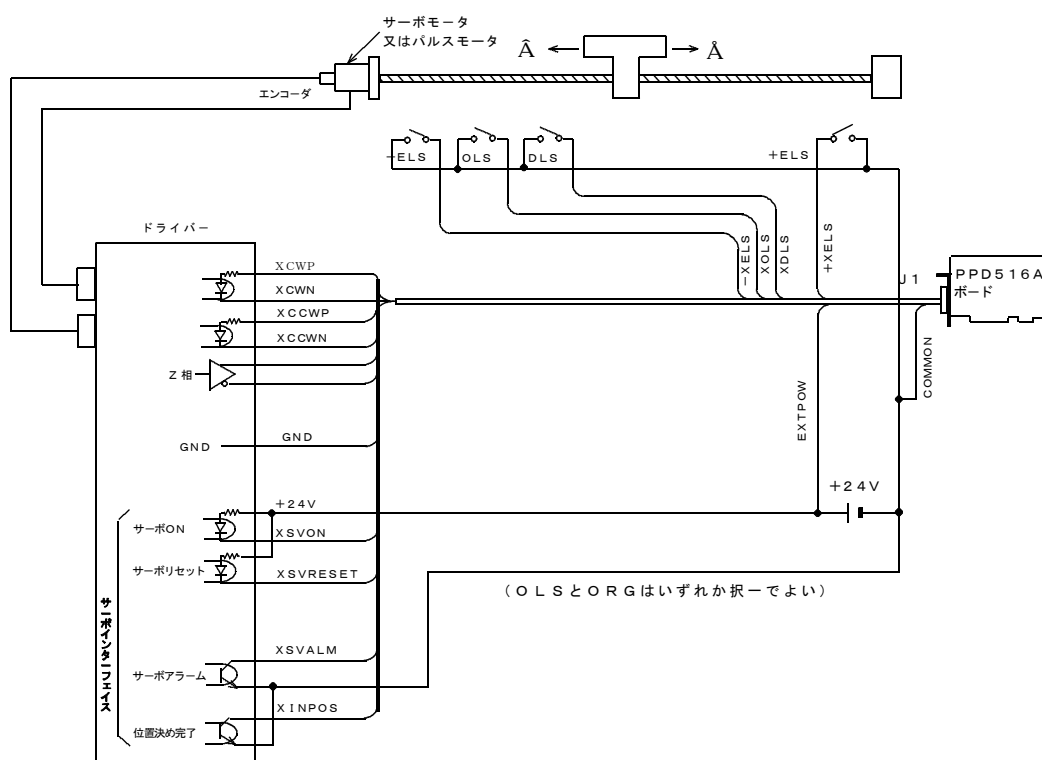

図3. 4 サーボドライバ接続例
モータ1軸 (X) についての代表的な接続について図3. 4に示します。